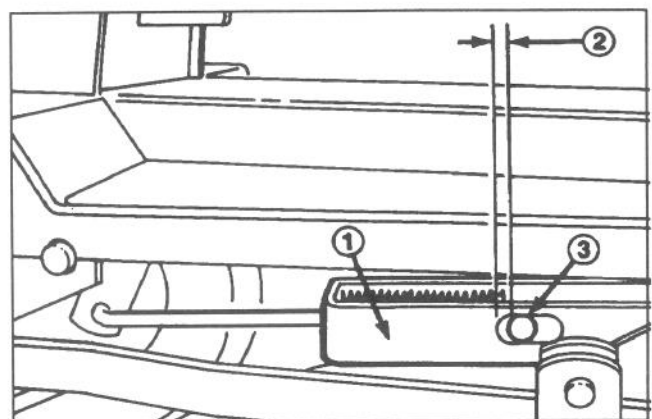

Abbildung 25
3. Das Einstellgestänge soweit drehen, bis sich ein Abstand von 1,5 mm oder weniger zwischen dem Ende des Langlochs im Zuschalteprofil und dem Außendurchmesser des Stiffs ergibt (Abb. 25).